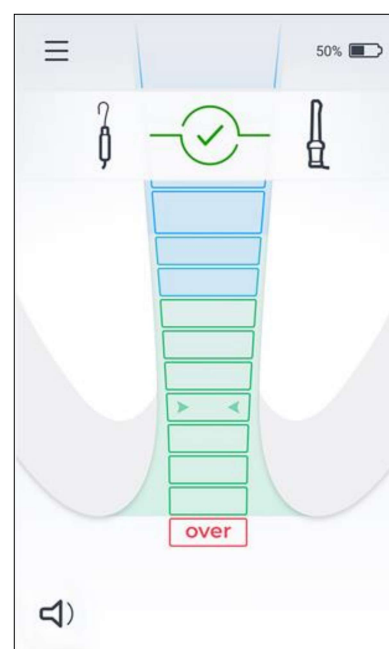

Figura 4
3. El icono de «prueba de conexión de cable»    deberá aparecer en la pantalla (ver Figura 4)